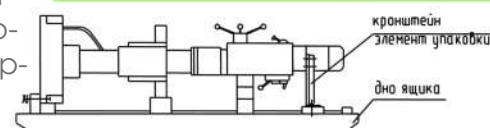

Рисунок 4
- детали станка, не имеющие постоянного защитного покрытия от коррозии, подвергнуты консервации. (Рисунок 4)